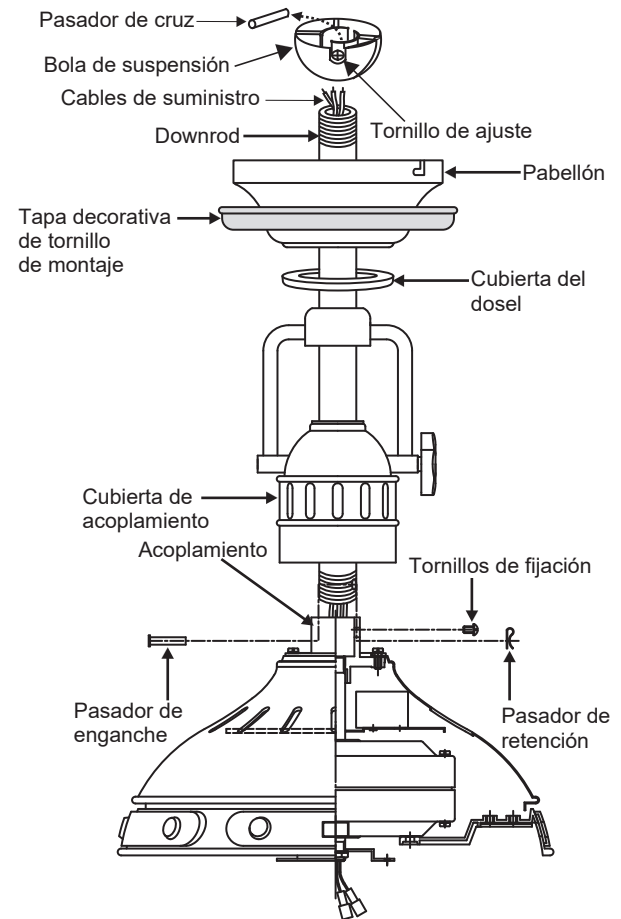

Fig. 7
Paso 1. Retire la bola de suspensión del conjunto de la varilla aflojando el tornillo de fijación, retirando el pasador transversal y deslizando la bola fuera de la varilla. (Fig. 7)
Paso 2. Afloje los dos tornillos de fijación y retire el pasador de enganche y el clip de retención del acoplamiento en la parte superior del conjunto del motor. (Fig. 7)
Luego, reemplace el pasador de enganche y el clip de retención. Apriete ambos tornillos de fijación. (Fig. 7)
Enrosque la bola de suspensión en la varilla, inserte el pasador transversal a través de la varilla y apriete. Ahora apriete el tornillo de fijación. (Fig. 7)